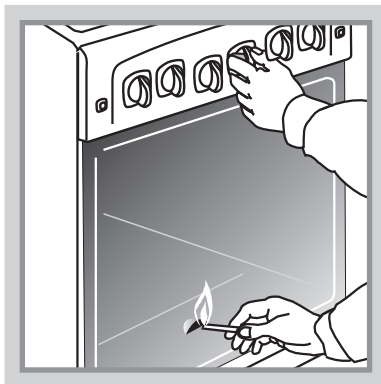

Рис.3
- Для розжига горелки духовки поднесите зажженную спичку к окну запальника, поверните ручку крана в положение “максимальное пламя” и нажмите до упора (Рис. 3).